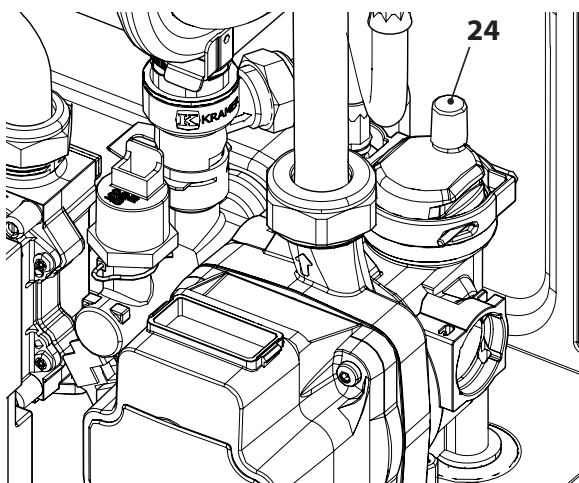

Figura 9.11
- Per facilitare lo svuotamento, svitare il tappo 24 della valvola di sfiato automatica in Figura 9.11.